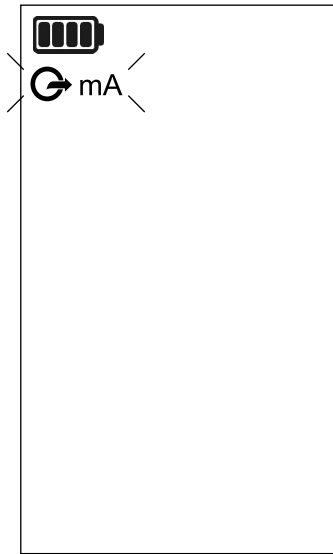

Figura 2-3: Tela de abertura típica
1. Para energizar o calibrador, pressione o **botão liga/desliga** até que a tela funcione. Normalmente, ele operará a campainha, mostrará o texto UPS4E e mostrará uma tela de abertura típica. Ver Figura 2-3. Se este for o primeiro uso do calibrador após a instalação de novas baterias, ele solicitará que você insira a data e a hora. Ver “Primeiro uso - data e hora”.